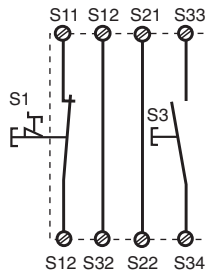

Fig. 3: Circuito de entrada monocal, rearme supervisado/Circuito di ingresso monocale, start controllato/Eenkanalig ingangscircuit, bewaakte start
- Figs. 3, 4, 5, 6, 8: **sin** conexión S11-S14
- Fig. 3, 4, 5, 6, 8: **nessun** collegamento S11-S14
- Fig. 3, 4, 5, 6, 8: **geen** verbinding S11-S14